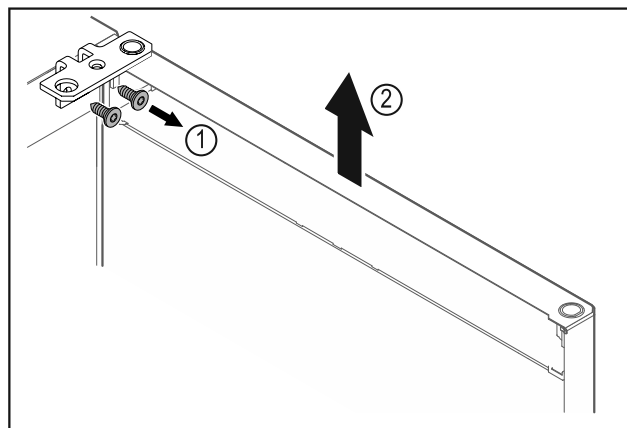

Fig. 13
- Noskrūvējiet lokāmos kronšteinus Fig. 13 (1).
- Paceliet durvis kopā ar lokāmajiem kronšteinu Fig. 13 (2) apmēram 200 mm taisni uz augšu un noņemiet tās.